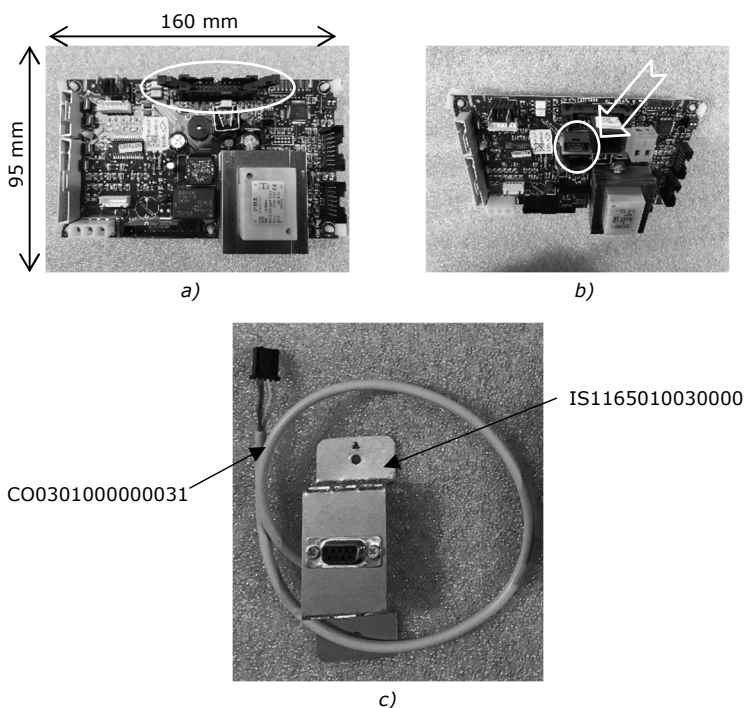

Figura 15 - Instalação módulo Wi-Fi V1
- **Placa Baby board (equipamentos da Tabela 1 - Coluna C):** Primeiramente deve colocar a placa elétrica Wi-Fi Baby Board (CO0312000000043) na entrada J5 e conectar o cabo (CO0301000000031) na entrada J4 dessa placa (Figura 15-a, Figura 15-b e Figura 15-c).